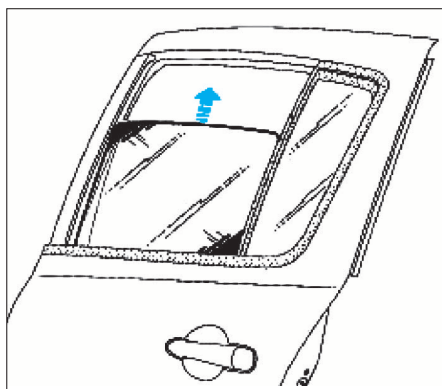

FIG. 87
- Extraire la vitre coulissante de porte arrière (Fig.87).